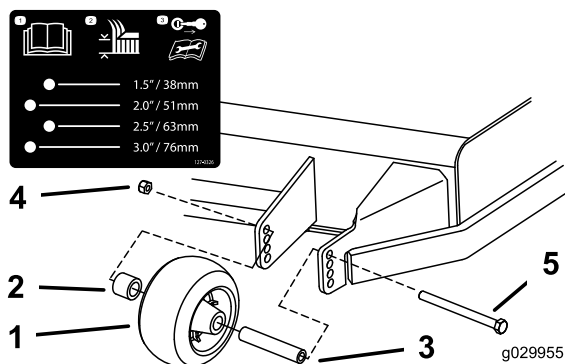
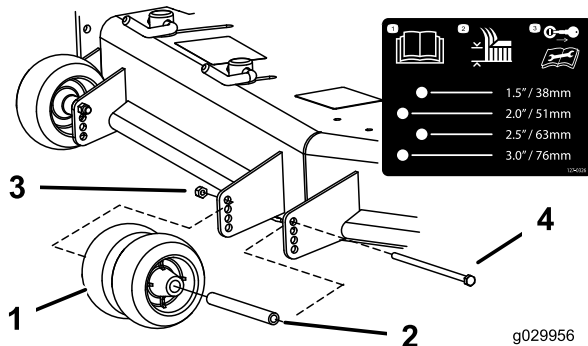
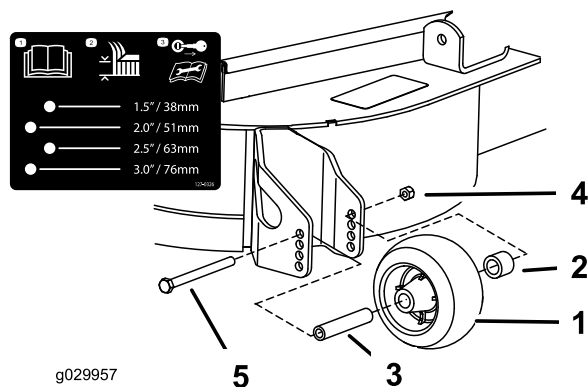

Figura 27
Figura 28
Figura 29
3. Ajuste los rodillos protectores del césped según se muestra en **Figura 27**, **Figura 28** y **Figura 29**.